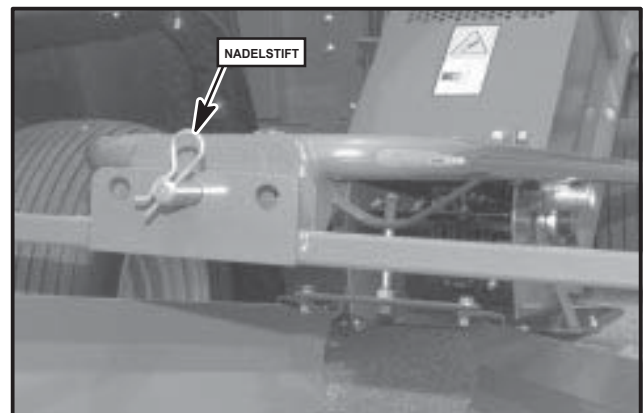

Abbildung 42
8. Sichern Sie den Verbindungsstift mit einem (1) Nadelstift (Teilenummer 822529) an der Trägerklammer (siehe Abb. 42).